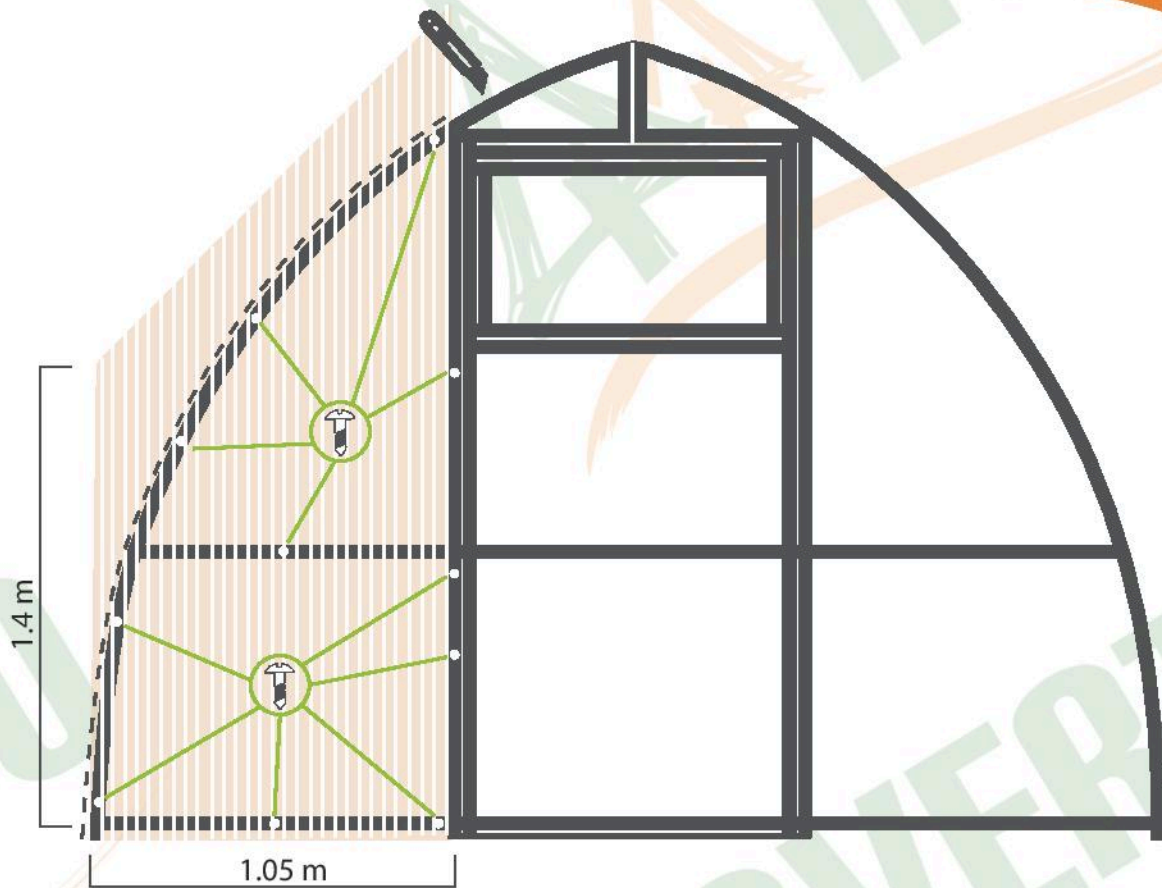

Bild 4.
5.2.4. Stellen Sie trapezförmige Polykarbonat auf linke Teile von Stirnwand so wie im Bild 4 dargestellt, glätten Sie es von beiden Seiten aus und festigen mit Schrauben entsprechend gebohrten Löchern. Beschneiden Sie Polykarbonat Blatt genau entlang der Bogen.